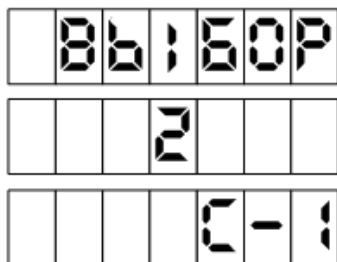

Рисунок 9
– "включен, 2 клавиатуры" отличается тем, что в нижней строке табло дополнительно отображается номер стороны, к которой поднесли карту (рисунок 9). Дальнейшие действия необходимо производить с клавиатуры этой же стороны. Нажатия кнопок противоположной клавиатуры игнорируются.